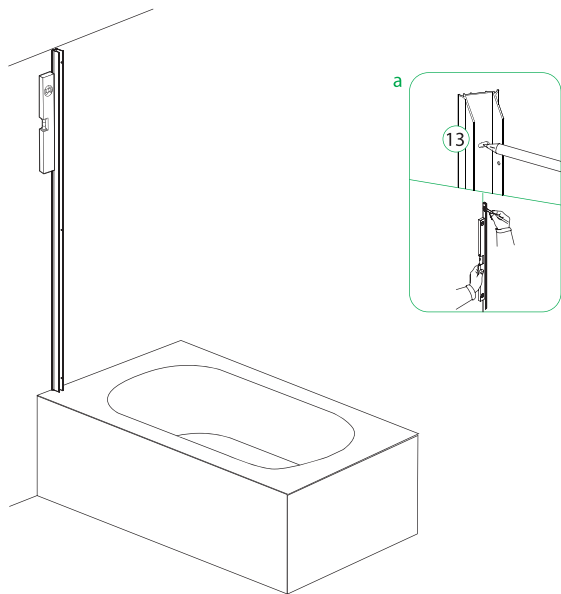

Рис. 4/4-сур.
1. Приложите пристенный профиль (13) к стене, выровняйте по уровню и произведите разметку отверстий для шурупов (рис. 4).